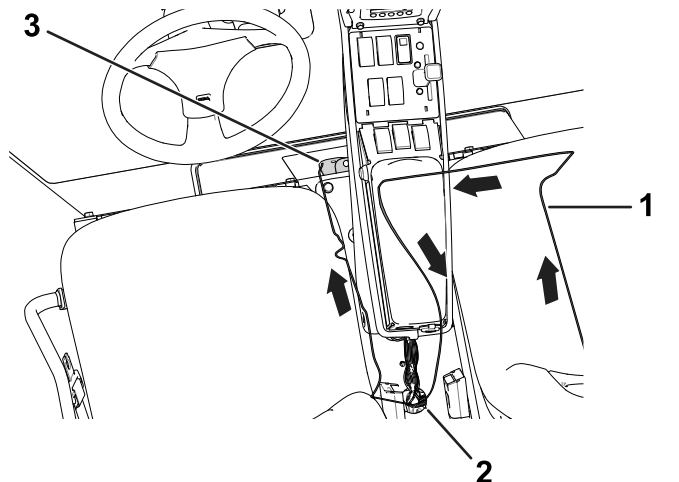
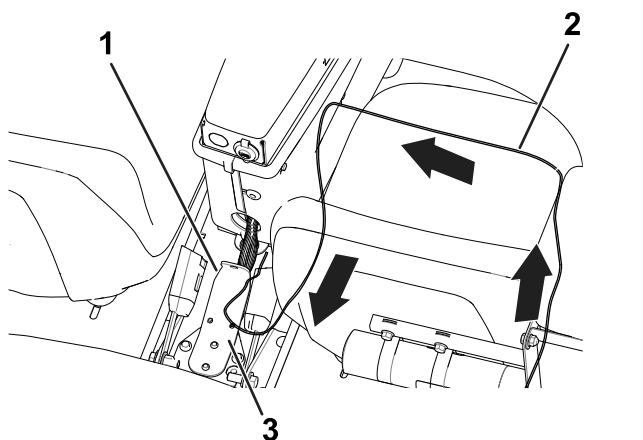

Figura 8
Figura 9
Disponete il tubo lungo il cablaggio preassemblato preesistente, attraverso l'apertura della consolle (Figura 9).
4. Fissate i tubi al cablaggio preassemblato preesistente con fascette per cavi (Figura 9 o Figura 8).
Disponete il tubo lungo il cablaggio preassemblato preesistente, attraverso l'apertura della consolle e verso la parte anteriore della base del sedile (Figura 8).